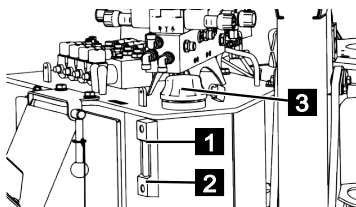

Fig. 170
5. Vérifier le niveau d'huile aux regards maximum (Fig.170/1) et minimum (Fig.170/2).
6. L'huile hydraulique doit être remplie jusqu'à la marque maximale (Fig.170/1). Faire l'appoint d'huile hydraulique si nécessaire.
7. Pour cela, dévisser le couvercle (Fig.170/3).
8. Faire l'appoint d'huile hydraulique jusqu'à la marque maximale du regard (Fig.170/1).
9. Visser le bouchon (Fig.170/3).